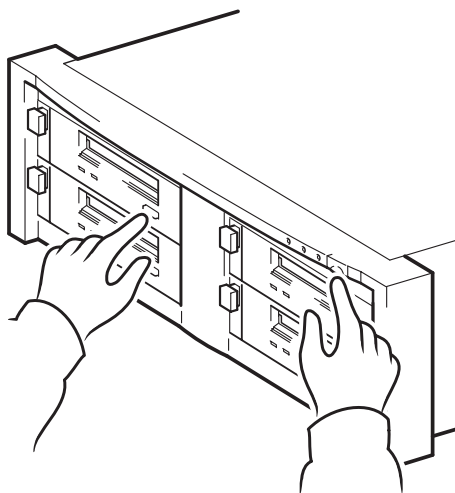

Figura 10b: hp obdr, paso 2
- 2 Mantenga presionado el botón de expulsión de la unidad de cinta que haya asignado a HP OBDR. Con el botón de expulsión presionado, encienda el bastidor de cintas y el servidor (consulte la Figura 10b). De esta forma, se activa el proceso de HP One-Button Disaster Recovery. Suelte el botón cuando los indicadores luminosos Tape y Clean del panel frontal parpadeen de forma alterna, lo cual corresponde a la secuencia OBDR.